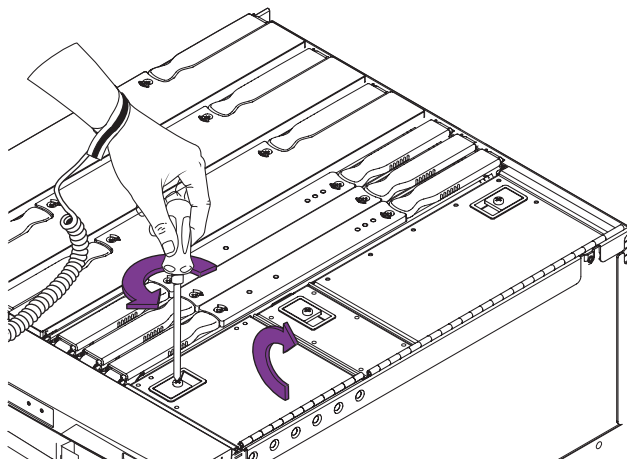

図 10-2 メディアベイのアクセスドアの開け方 – システムの上面図
8. システム上部にあるメディアベイのアクセスドアを開きます (図 10-2)。